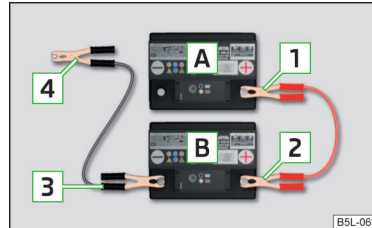

Abb. 248
- Die Klemme **1** am Pluspol der entladenen Batterie **A** » Abb. 248 befestigen.